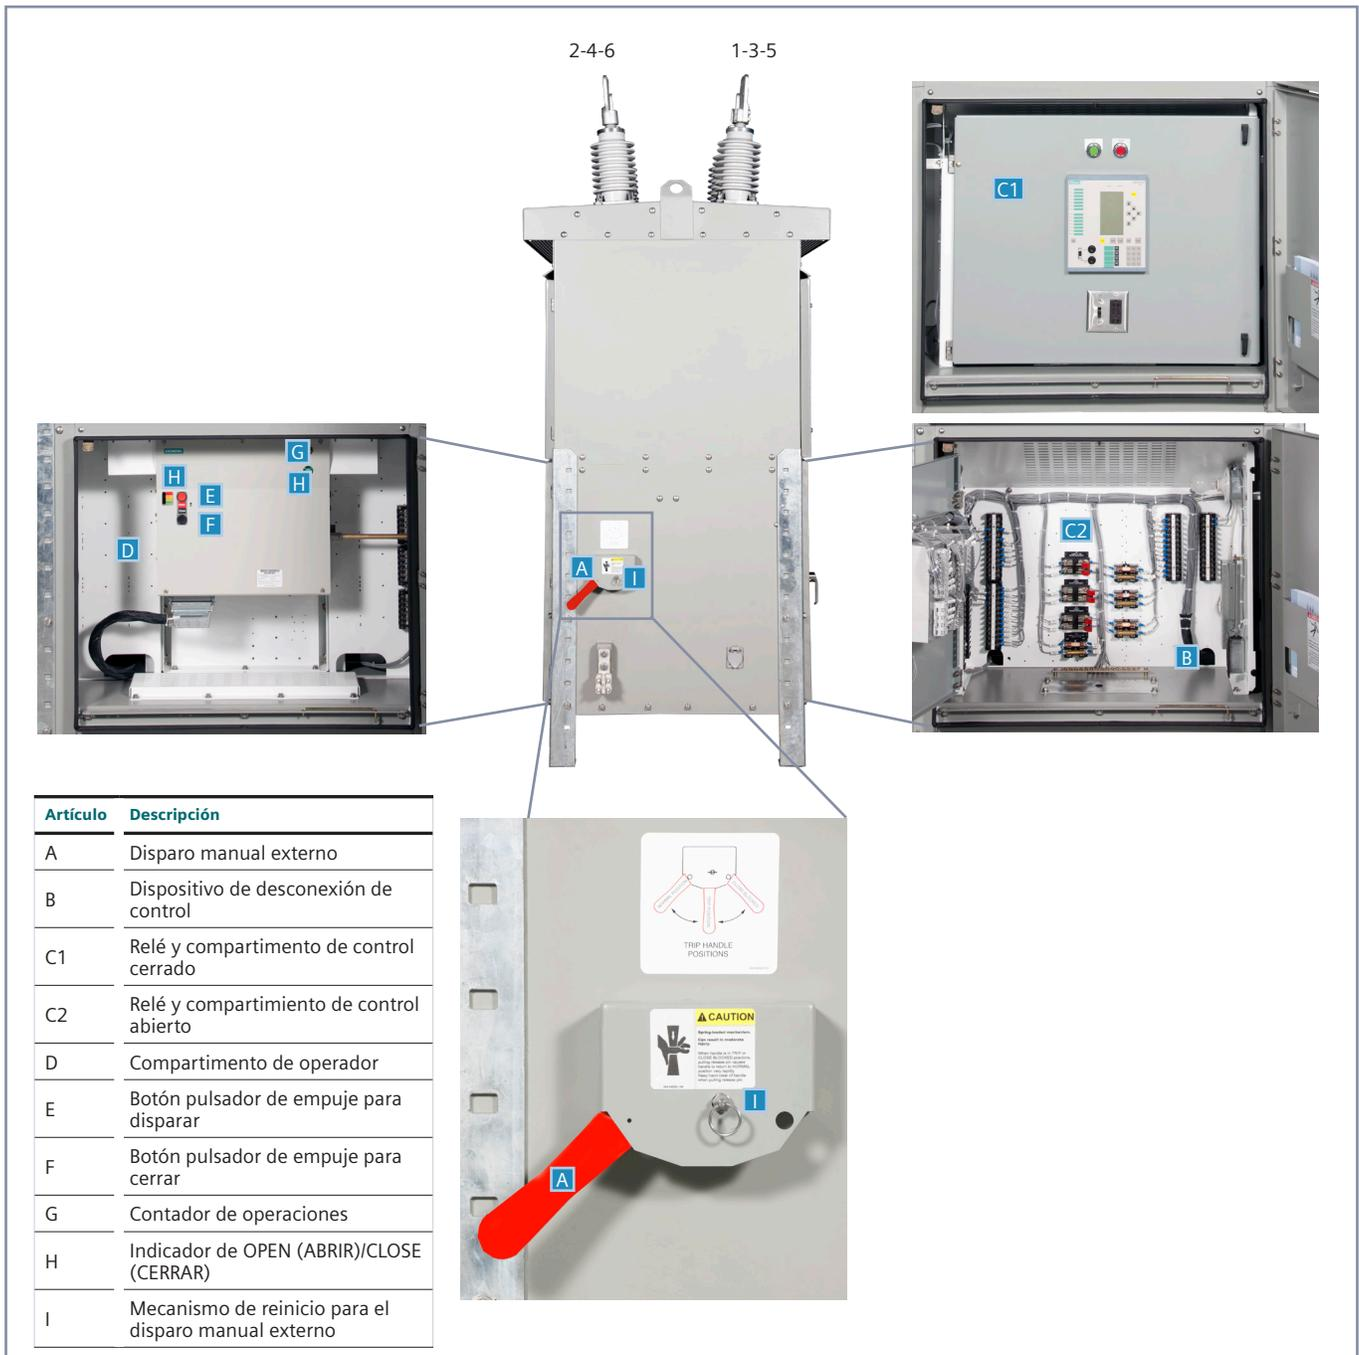

Figura 8: Relé y compartimentos de control y operador para disyuntor tipo SDV7-MA-AR con operador de accionamiento magnético
Para desactivar la energía de control, abra el dispositivo de desconexión en el relé y el compartimiento de control. Figura 8: El relé y compartimientos de control y operador para disyuntor tipo SDV7-MA con operador de accionamiento magnético presenta la ubicación de esta desconexión en un disyuntor de distribución tipo SDV7-MA estándar.
3. Utilice la manija de apertura manual en el lado derecho del gabinete (consulte la Figura 8: Relé y compartimentos de control y operador para disyuntor tipo SDV7-MA con operador de mecanismo de accionamiento magnético) para abrir el disyuntor.
8. Abra el circuito de energía de control abriendo la desconexión de energía de control mostrada en la Figura 8: Relé y compartimentos de control y operador para disyuntor tipo SDV7-MA con operador de accionamiento magnético.
1. Active la energía del circuito de energía de control cerrando el dispositivo de desconexión de energía de control que se muestra en la Figura 8: Relé y compartimentos de control y operador para disyuntor tipo SDV7-MA con operador de accionamiento magnético. Los LED (105.1) deben mostrar el progreso de la carga del condensador.